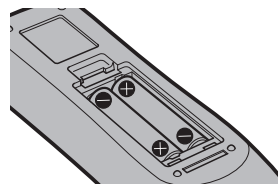

Fig. 2
2) Insérez les piles et fermez le couvercle (insérez d'abord le côté ). (Fig. 2)